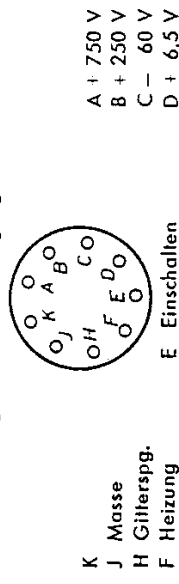

Bild 19. Spannungen an der Stromausgangsbuchse des Stromversorgungsteils und der Stromeingangsbuchse des Verstärkerteils.
- b) Überprüfen der einzelnen Ausgangsspannungen des Stromversorgungsteils (siehe Bild 19).
- c) Überprüfen der Eingangsspannungen am Verstärkerteil (siehe Bild 19).